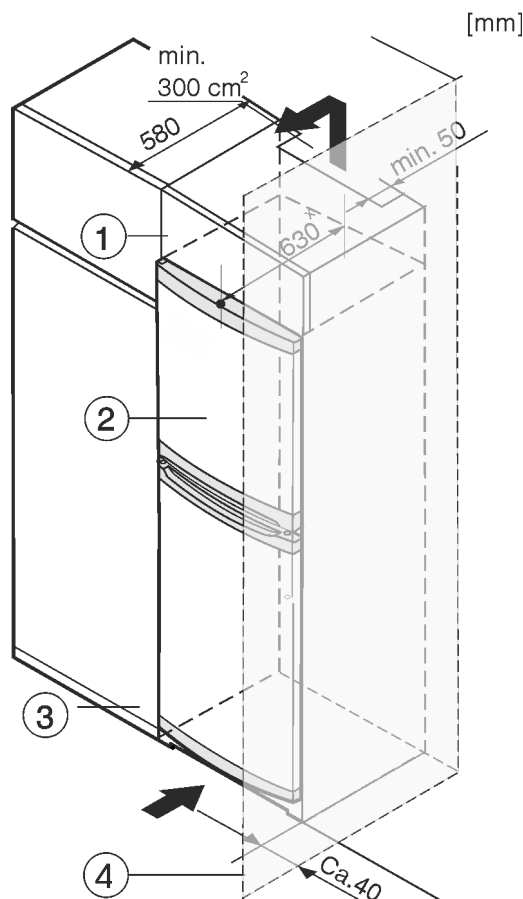

Fig. 8
Přístroj lze zabudovat do kuchyňských skříní. K vyrovnaní přístroje Fig. 8 (2) na výšku kuchyňské linky lze na přístroj nasadit nástavec Fig. 8 (1).
Při montáži do kuchyňských skříní (hloubka max. 580 mm) lze spotřebič nainstalovat přímo vedle kuchyňské skříně Fig. 8 (3). Spotřebič přesahuje přední stěnu kuchyňské skříně po stranách o 34 mm * a uprostřed o 50 mm *.
Pokud se spotřebič instaluje se závěsy vedle stěny Fig. 8 (4), musí být jeho vzdálenost od stěny alespoň 40 mm. To odpovídá přesahu madla při otevřených dveřích.